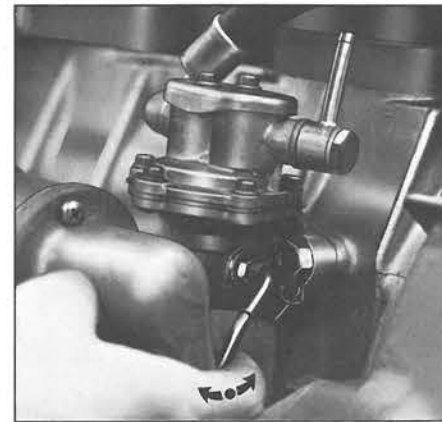

Fig. 15
- 6.5 Se ciò non avviene o si è rimasti senza carburante, provvedere alla disareazione del circuito iniezione allentando la vite V sul coperchio del filtro combustibile (fig. 14) e agire sulla pompa alimentazione dando alcune pompate a mano (fig. 15).
- 6.5 If the above mentioned indications do not happen it could be that engine is without any fuel, in this case, the injection circuit must be deaired, and therefore the « V » screws (fig. 14) must be unlocked and you must push on the handle of feeding pump (fig. 15).